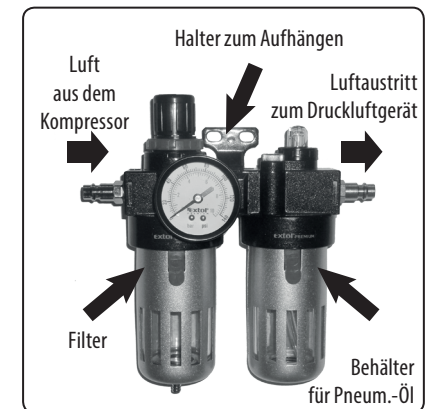

Abb. 9
2. Schließen Sie an den Eingang der Aufbereitungsanlage über einen Schlauch die Luft aus dem Kompressor an. Schließen Sie an den Ausgang der Aufbereitungsanlage einen Luftschauch an und diesen an den Lufteingang an des Naglers, siehe Abb. 9.